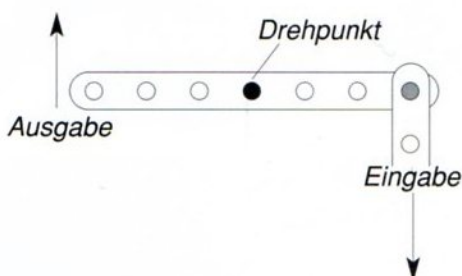

Abb. 3
3) Durch dieses Gelenk wird die Richtung der Bewegung umgekehrt, weil die Eingabe und Ausgabe auf beiden Seiten des Drehpunktes liegen. Siehe Abb. 3.